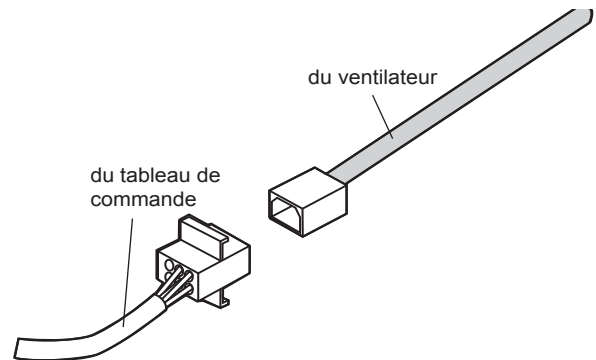

Figure 25 : Câblage de la hotte avec un ventilateur intégré
4. Branchez la fiche de connexion Molex dans le connecteur situé à l'intérieur de la hotte, comme illustré sur la *Figure 25*.